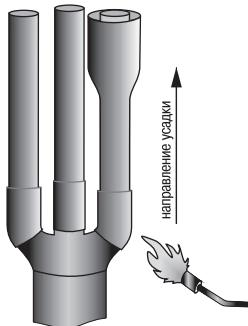

Рисунок 9
4.25 На жилы кабеля надеть вторые термоусаживаемые трубы (красного цвета), наложив концы трубок, на внутренней поверхности которых нанесён клей, на пальцы перчатки до упора в основание перчатки, и усадить, начиная с основания пальцев. После усадки по торцам трубок, надетых на пальцы перчаток, должен быть виден выступивший клей-расплав (рисунок 9).